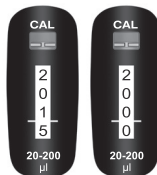

Fig. 3
dépasser la valeur à régler (fig 3).
- Si le volume demandé est supérieur à la valeur réglée sur le compteur, il faut augmenter la valeur du compteur jusqu'à une valeur supérieure au volume demandé d'environ 1/3 de tour du barillet le plus bas. Ensuite, en tournant lentement la vis (fig. 1B), il faut réduire la valeur réglée jusqu'à la valeur demandée (fig. 3).